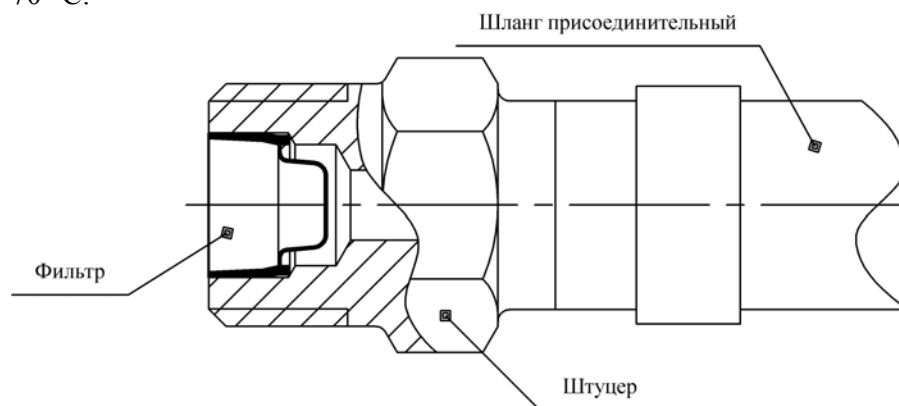

Рис. 1.
2) В плите предусмотрено два подвода газа, что позволяет производить установку гибкого соединительного шланга, входящего в состав плиты, как справа, так и слева. Перед установкой соединительного шланга необходимо проверить наличие и целостность фильтра установленного в штуцер газового шланга с наружной резьбой G1/2" (см. рис. 1). Штуцер завернуть в газовый кран на газопроводе, после чего закрепить газовый шланг на одном из подводов коллектора плиты при помощи прокладки и накидной гайки, сняв при необходимости заглушку. На другом подводе коллектора должна быть установлена заглушка.